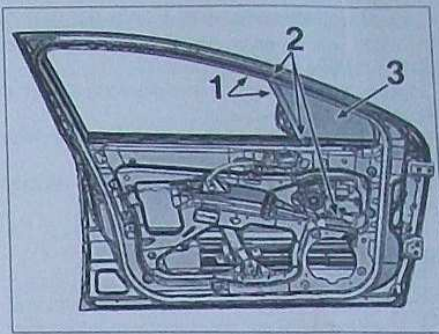

FIG. 25
Déposer (partiellement) le joint de coulisse (1) de glace AV mobile (Fig.25).